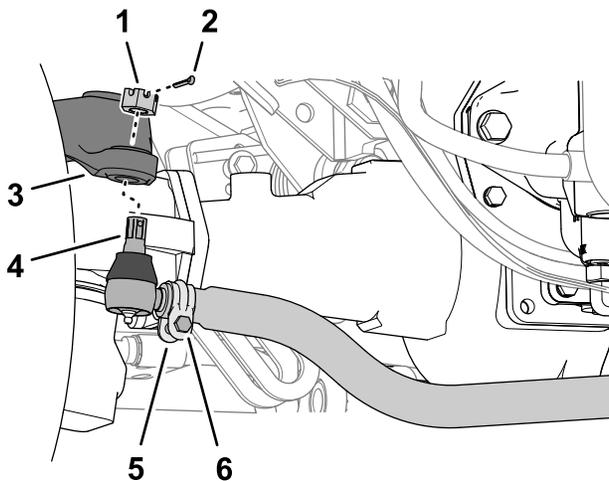

Figure 143
1. Sur l'essieu arrière, retirez la goupille fendue et l'écrou fendu de chaque embout de biellette (Figure 143).
3. Desserrez les colliers aux deux extrémités des biellettes (Figure 143).